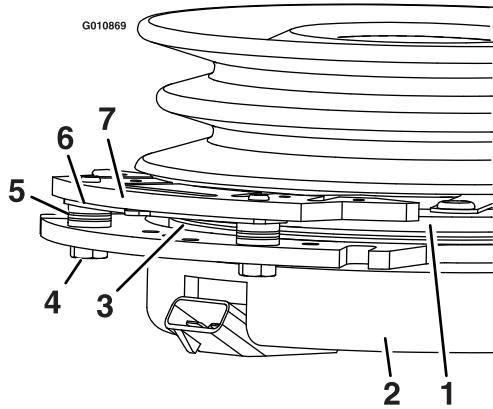

**Figure 69**
- Retirez le capuchon antipoussière de la roue pivotante et serrez le contre-écrou (Figure 69).
- Continuez de serrer le contre-écrou jusqu'à ce que les rondelles élastiques soient aplatis, puis desserrez-le de 1/4 de tour pour obtenir la précharge correcte des roulements (Figure 69).
**Important:** Veillez à placer les rondelles élastiques comme illustré à la Figure 69.
- Remettez le capuchon antipoussière en place (Figure 69).